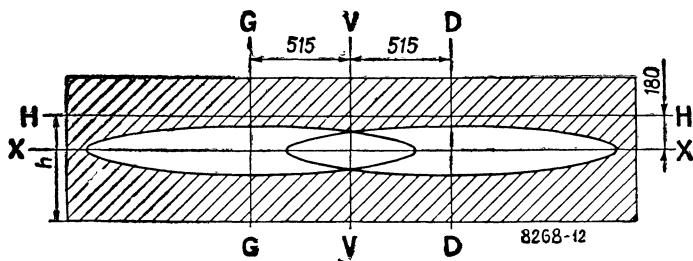

Рис. 53. Разметка экрана для регулировки противотуманных фар:
- установить ненагруженный автомобиль на расстоянии 5 м от экрана (рис. 53);